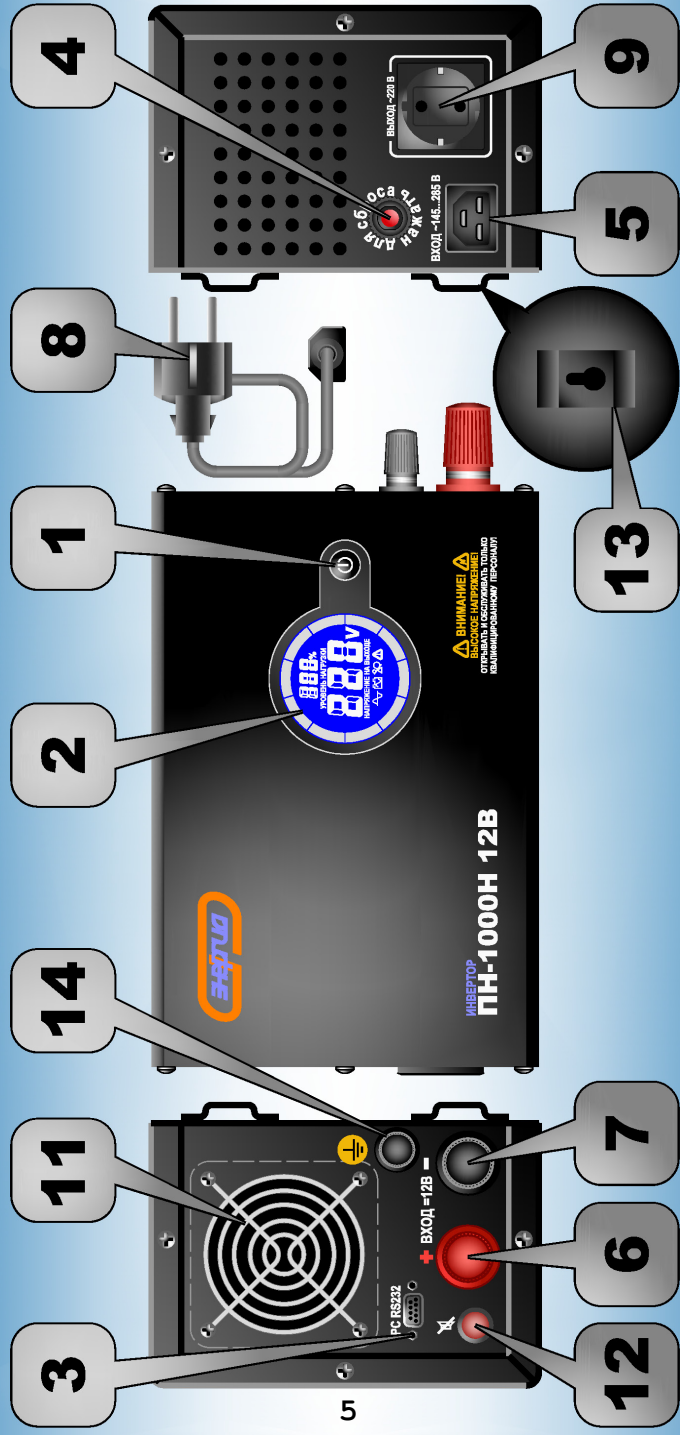

Рис. 1
4. Состав изделия, элементы подключения, управления и индикации. Элементы подключения, управления и индикации показаны на рис. 1, 2, 3 и перечислены в Таблице 2.
4.1. Перечень составных частей изделия (рис. 1,2,3).
5.2.2. После размещения инвертора в месте установки следует подключить к резьбовой клемме на клеммной колодке поз. 10 (рис. 1) для моделей ПН-2000/3000 проводник заземляющего устройства, удовлетворяющий требованиям раздела 10: «Обеспечение требований безопасности».
Заземление моделей также может осуществляться при подключении к сети централизованного электроснабжения через бытовые сетевые разъемы типа "F", оснащенные заземлителем. Даже при отсутствии сети централизованного электроснабжения подключить внешний заземлитель в соответствии с разделом 10 к клемме поз. 14 (рис. 1, 2).
5.3.1. Расположение элементов подключения, управления и индикации для всех моделей показано на рис. 1, 2, 3. Их назначение указано в Таблице 2.
5.4.1. При появлении нормального сетевого напряжения на входе инвертора устройство включается автоматически. Для принудительного включения удерживать кнопку включения «I» поз. 1 (рис. 1) в нажатом положении в течение 4-х секунд, четыре коротких звуковых сигнала в течение 2-х секунд означают завершение режима самотестирования и включение выходного стабилизированного напряжения, а также индикации параметров при наличии информационной панели.
5.4.2. В модификациях с информационной панелью кнопка «I» поз. 1 (рис. 1) также используется для переключения внутри списка отображаемых на индикаторе параметров при кратковременном нажатии.
5.4.4. Для принудительного отключения выходного напряжения удерживать кнопку «I» поз. 1 (рис. 1) в течение 4-х секунд.
10.3.6. Во время работы инвертора его клемма защитного заземления поз. 3 (рис. 1) или клемма 3 колодки поз. 16 должны быть постоянно подключены к заземлителю, любого из указанных в п. 10.3.2 типов.